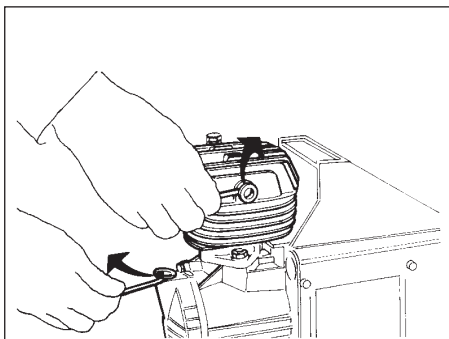

fig. 1
- ôter le bouchon en plastique du couvercle du carter et insérer, selon le modèle, la jauge ou le bouchon de déchargement et chargement de l'huile (*figures 1 et 2*);
- ôter le bouchon de plastique de la tête du compresseur et le remplacer avec le filtre d'aspiration standard (*figures 1 et 2*);